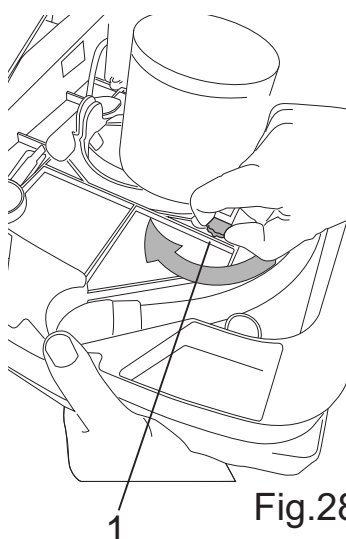

Fig.28
Интенсивность тяги меняется поворотом специальной рукоятки (рис. 28 - поз. 1); рукоятка поделена на две части, одна зеленого, другая желтого цвета:
- Одной рукой нажмите на щетку/двигатель вверх, а другой рукой поверните ручку (рис. 28 - поз. 1) в необходимое положение.